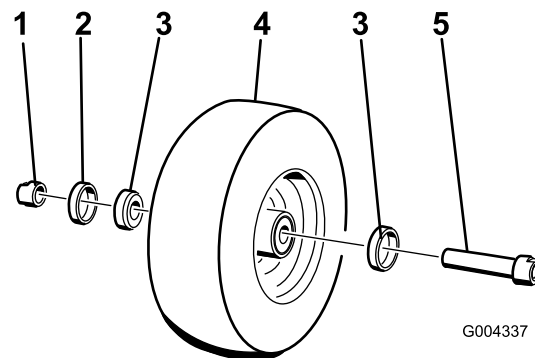

Figura 30
6. Retire **una** de las tuercas espaciadoras (con segmentos planos para llave inglesa) del eje (Figura 30).
7. Retire el eje **sin** retirar la otra tuerca espaciadora (Figura 30).
10. Introduzca el cojinete y una junta nueva en la rueda (Figura 30).
12. Instale el conjunto de tuerca y eje en la rueda, en el lado que lleva el cojinete y la junta nueva (Figura 30).
14. Instale el segundo cojinete y una junta nueva en la rueda (Figura 30).